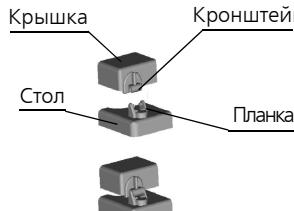

Рисунок 4 - Схема крепления металлической крышки
6.7 Если в комплект поставки Вашей плиты вместо щитка (таблица 3) включена металлическая или стеклянная крышка, ее необходимо установить на стол. Для установки металлической крышки необходимо достать из хозяйственного отделения пакет с принадлежностями, извлечь из него кронштейны крышки и надеть их прорезью на задний бортик крышки стола до упора. Затем кронштейны крышки совместить с планками стола и до легкого щелчка вставить кронштейны в планки, (см. рисунок 4). Для установки стеклянной крышки стола необходимо вставить втулки механизма торможения, расположенного на стеклянной крышке, в пазы кронштейнов стола, как показано на рисунке 5.